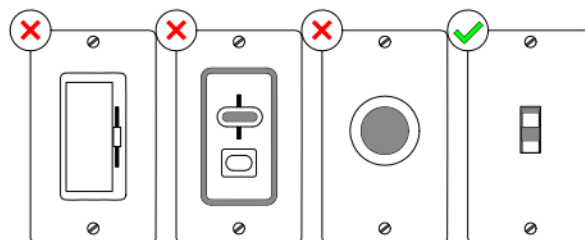

Figura 1
- ☐ 1. Retira el pasador en forma de horquilla. (Figura 1)
- ☐ 1. **IMPORTANTE:** Usar un atenuador de intensidad total (no incluido) para controlar la velocidad del ventilador dañará el ventilador. Para reducir el riesgo de incendio o descarga eléctrica, no utilices un atenuador de intensidad total para controlar la velocidad del ventilador. (Figura 1)